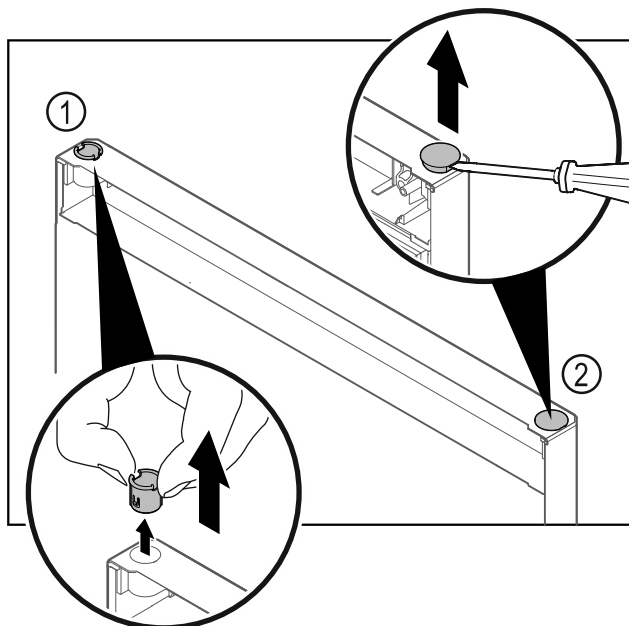

Fig. 22 Šaldytuvo skyriaus durys
- Pirštais ištraukite šarnyrinę įvorę Fig. 22 (1).
- Dengiamąjį kamštį Fig. 22 (2) atsargiai pakelkite išdrožiniu atsuktuvu ir jį ištraukite.